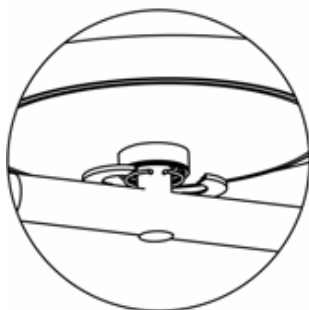

Fig.9
- Fissare il coperchio antipolvere (incluso nel kit di viti e montaggio) come mostrato in Fig.9.